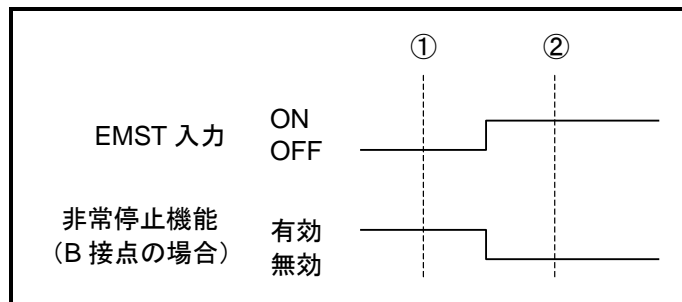

図 A-3：EMST 入力の ON/OFF と接点極性
「図 A-3：EMST 入力の ON/OFF と接点極性」の①の状態では，入力信号は OFF ですが，非常停止機能は有効となります。
②の状態では，入力信号は ON ですが，非常停止機能は無効となります。
- ◇ 「図 A-3：EMST 入力の ON/OFF と接点極性」の①・②の時点において，モニタ IO0，IO1 の読み出し結果を比較すると「表 A-2：EMST 入力が B 接点の場合のモニタ IO0・IO1 の表示」のようになります。